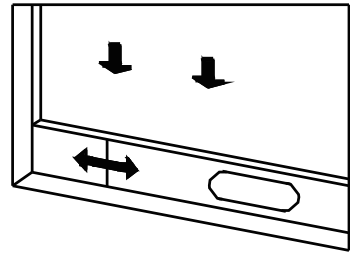

Bild 2
- Håll fönstret halvöppet, och montera förseglingsplattan för fönstertätning till fönstret (se bild 2 och bild 3). Komponenterna kan placeras i horisontell och vertikal riktning.